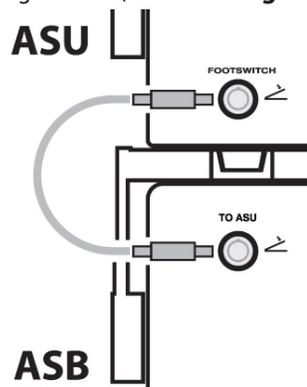

Figura 5: Conexión del cable de interfaz del pedal (paneles traseros de la ASU/ASB)
4. Conecte el cable de interfaz del pedal (A001466) entre los receptáculos del pedal (9) en los paneles posteriores de la ASU y la ASB hasta que se oiga un clic (consulte la **Figura 5**).